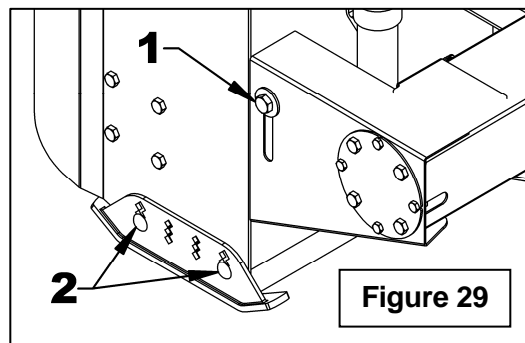

Figure 29
3. **Figure 29:** Détacher le bras supérieur (item 4) en retirant la goupille à anneau et la goupille (items 6-5).
4. **Figure 29:** Détacher l'arbre à cardan du tracteur et attacher la chaîne de sûreté (item 7) au boulon à oeillet de l'attache trois points (item 8).
5. **Figure 29:** Détacher les bras inférieurs (items 2) des goupilles d'attache (item 1) en retirant les goupilles à anneau (items 3), desserrer les bras anti-oscillation et reculer le tracteur lentement.
Ajustement de la Tension de la Chaîne (Figure 29)
Ajustement des Patins (Figure 29)